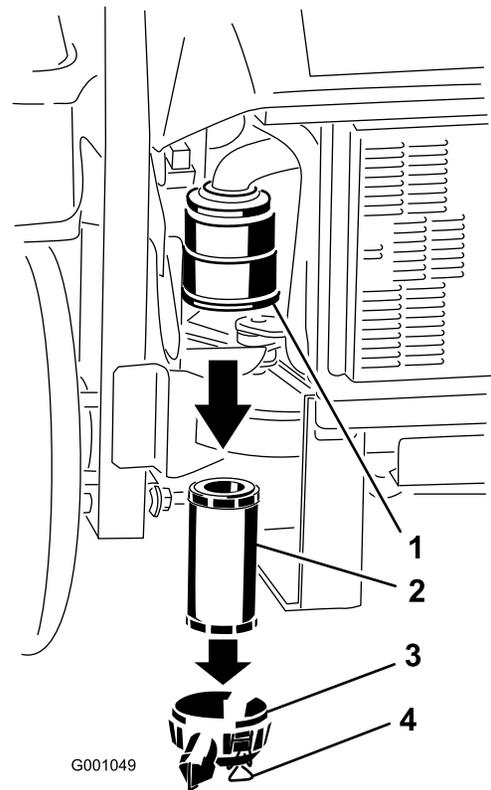

Figura 35
3. Abra los cierres del limpiador de aire y tire de la tapa de la entrada de aire para separarla del cuerpo del limpiador de aire (Figura 35).
5. Extraiga con cuidado el filtro del cuerpo del limpiador de aire (Figura 35). Evite golpear el filtro contra el lado de la carcasa.